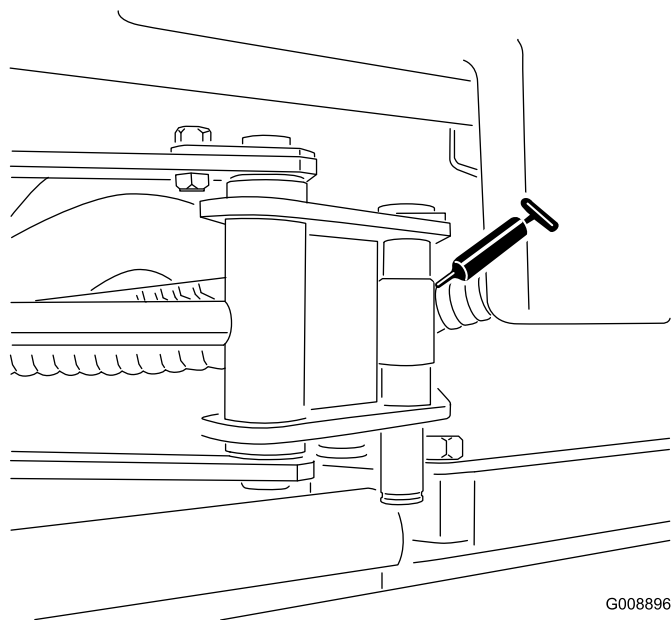

Figura 51
- Estremità del cilindro SideWinder (2; solo modello 03171) (Figura 51)